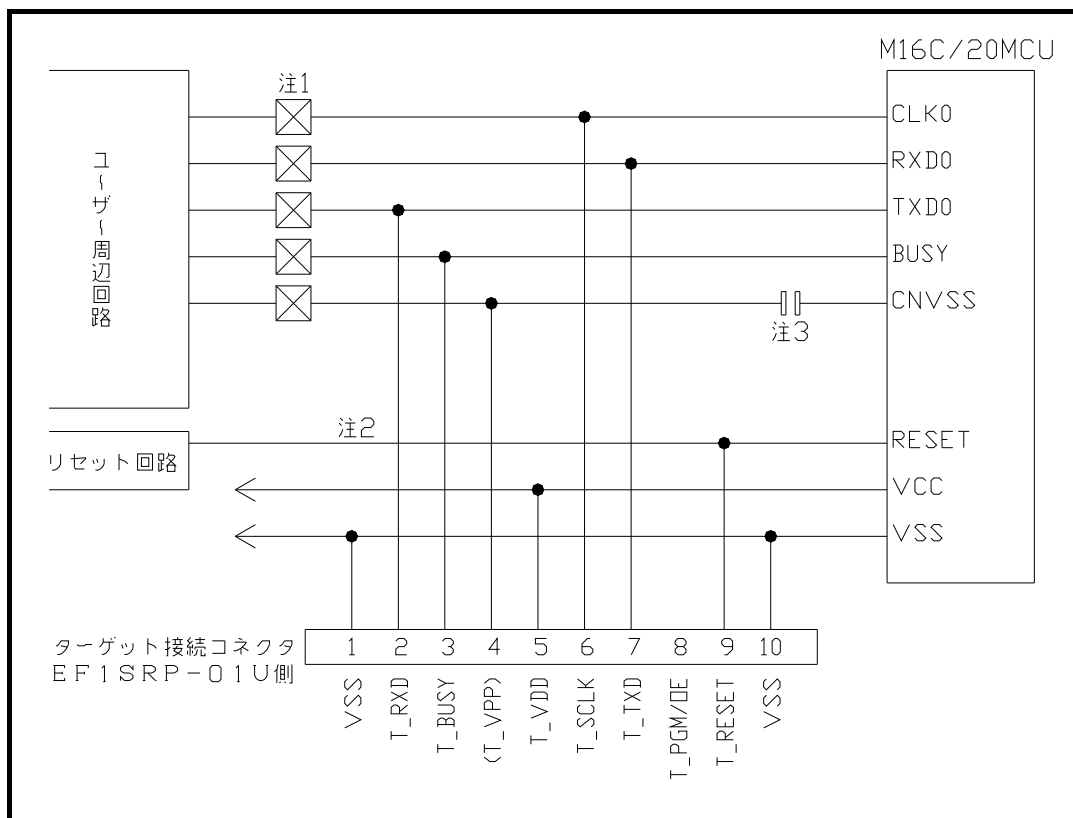

図 4 . 1 ターゲットM C U 周辺回路例
(1) M 1 6 C / 2 0 シリーズをご使用される場合のターゲットM C U 周辺回路例を 図 4 . 1 に示します。